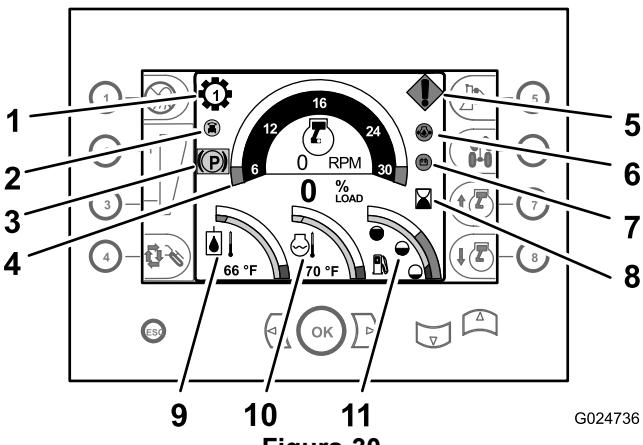
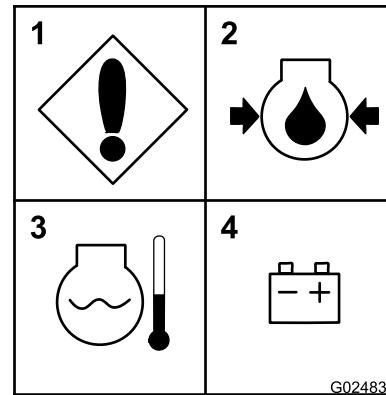

Figura 30
Figura 31
- **Indicador de marcha** – Este indicador mostra qual marcha está selecionada para transmissão (marchas de 1 a 4) e é exibido acima e à esquerda do tacômetro (Figura 30).
- **Indicador de inclinação automática** (kit opcional) – Este indicador liga/desliga mostra se a função de inclinação automática está ativa. O indicador de inclinação automática está localizado logo abaixo e à esquerda do indicador de marcha (Figura 30).
- **Tacômetro** – O tacômetro indica a velocidade do motor em rotações por minuto (RPM). O tacômetro é exibido na parte central superior da central de comando (Figura 30).
- **Horômetro** – O horômetro indica o número de horas que o motor tem funcionado. Ele é exibido na área à direita da tela da central de comando, à direita do tacômetro (Figura 30).
- **Indicador de temperatura do fluido hidráulico** – Este indicador mostra a temperatura do fluido hidráulico e é exibido na área inferior esquerda da tela da central de comando (Figura 30).
- **Indicador de temperatura do líquido de arrefecimento** – Este indicador mostra a temperatura do líquido de arrefecimento do sistema de arrefecimento do motor. Ele é exibido na área central inferior do painel de instrumentos (Figura 30).
- **Indicador de nível de combustível** – Este indicador mostra o nível remanescente de combustível presente no tanque e é exibido na área inferior direita da tela de comando (Figura 30).
- **Erro de máquina ou motor** – Esta mensagem é exibida caso a máquina ou o motor apresente falha. A causa da falha é dada no Diagnóstico do Painel de Instrumentos (Figura 30 e Figura 31).
- Pressão baixa do óleo do motor** – Esta mensagem de aviso é exibida caso não haja pressão de óleo ou haja baixa pressão de óleo no motor (Figura 30 e Figura 31).
- Motor superaquecido** – Esta mensagem é exibida caso o motor esteja superaquecido (Figura 30 e Figura 31).
- Verifique a bateria ou o alternador** – Esta mensagem é exibida caso o alternador não esteja carregando a bateria (Figura 30 e Figura 31).